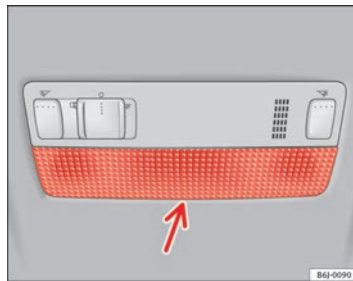

Fig. 151 Luz de lectura delantera
- Introduzca un destornillador fino por su parte plana entre la carcasa y el cristal ⇒ fig. 151.